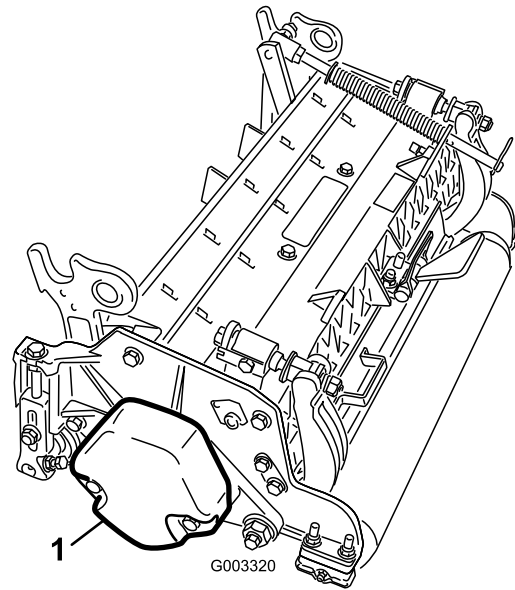

Figure 4
3. Veillez à monter le contrepois (Figure 4) du bon côté de l'unité de coupe, comme expliqué dans le *Manuel de l'utilisateur* de l'unité de coupe.